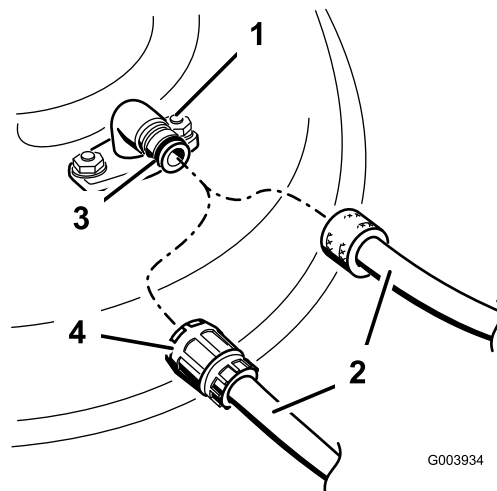

Figure 71
3. Branchez le raccord du tuyau au raccord de lavage du plateau de coupe et ouvrez l'eau en grand (Figure 71).